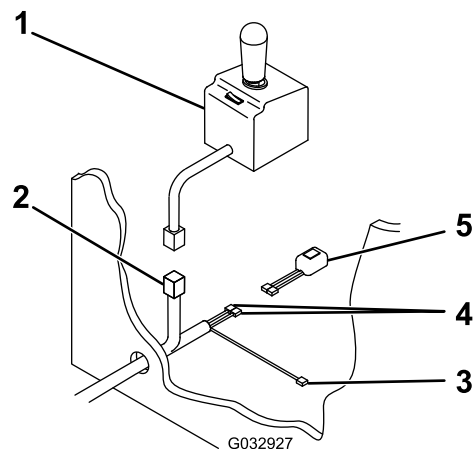

Bild 16
11. Ziehen Sie den Anschluss des Schneeschild-Steuergeräts, das schwarz/rote Kabel und die zwei schwarzen Kabel durch das Loch in der Spritzwand in die Fahrzeugkabine (Bild 16).
12. Schließen Sie die zwei schwarzen Kabel am Scheinwerferkippschalter an (Bild 16).